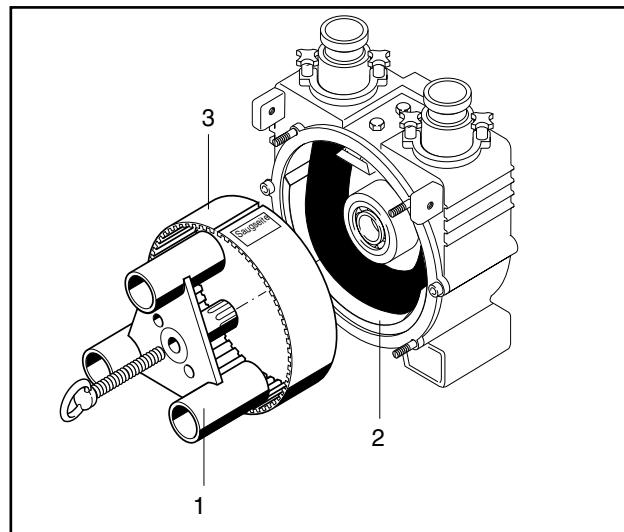

Рис. 3      1 Ротор
Суппорт 2 (Рис. 3) является эластомерной деталью, которая установлена в зоне насоса, где происходит наибольшее сжатие шланга.
Сепаратор (поз. 3, рис. 3) служит для уплотнения камеры всасывания и внутреннего пространства, а также для сохранения подающего шланга. Таким образом, он защищает ротор (поз. 1, рис. 3) при прорыве шланга от повреждений абразивным или же крупнозернистым транспортируемым материалом. Сепаратор можно легко заменить, ослабив два болта.
Соединённый с камерой всасывания (поз. 4, рис. 4) вакуумметр (рис. 3а) показывает не только высоту всасывания насоса в данный момент, но и служит предупредительным инструментом при возможных дефектах. Если вакуумметр не показывает при работе наличие вакуума, насос подлежит обязательному техосмотру.
**Рис. 3а** 1 Вакуумметр